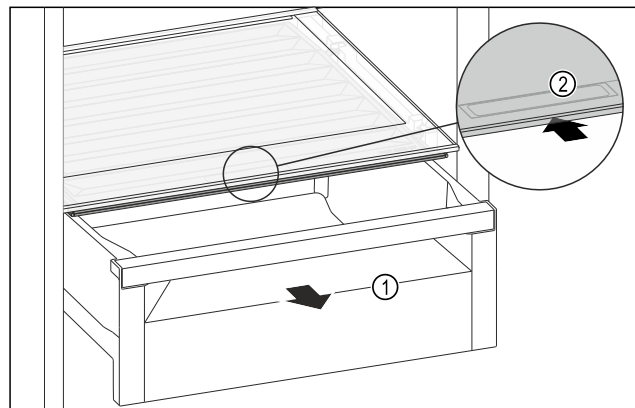

Fig. 147
- ▶ Извлеките выдвижной ящик Fig. 147 (1).
- ▶ Возьмитесь за утопленную ручку Fig. 147 (2) на крышке отделения и одновременно введите крышку отделения назад.